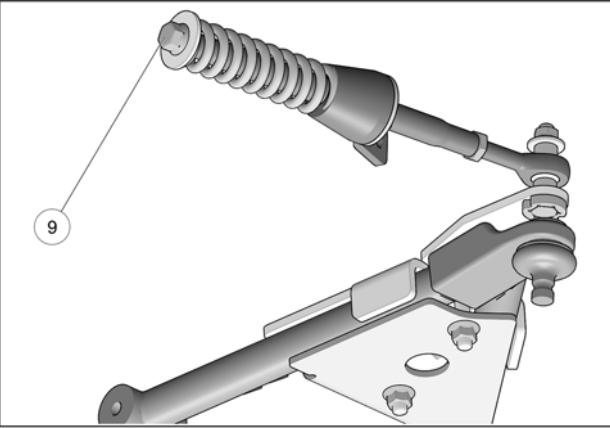

Fig. 16
9. Vérifier que le boulon du ressort (6) est serré au couple recommandé : 75 N•m [55 lb•pi]. Fig. 16